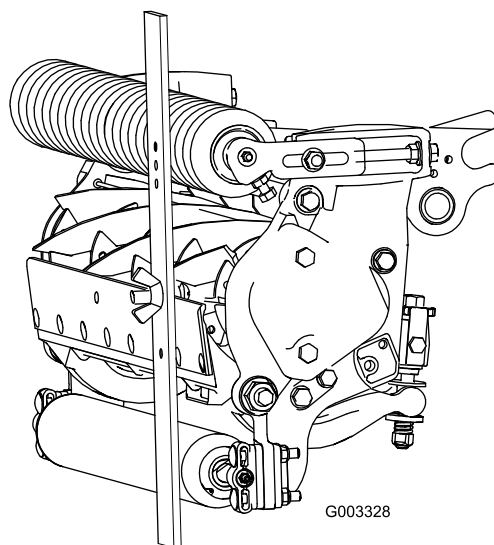

Figura 17
3. Agganciate la testa del bullone sul tagliente della controlama e appoggiate l'estremità posteriore della barra sul rullo posteriore (**Figura 17**).
4. Ruotate il bullone di regolazione finché il rullo anteriore non toccherà la barra di riferimento (**Figura 17**). Regolate entrambe le estremità del rullo finché l'intero rullo non è parallelo alla controlama.